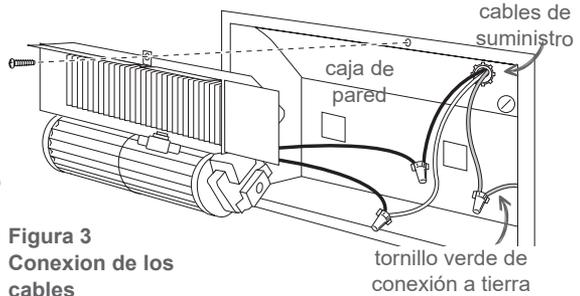

Figura 3
1. Conecte el cable de suministro de conexión a tierra al cable verde de conexión a tierra en la caja de pared (consulte la Figura 3).
- B. Para 120 voltios, conecte el cable de suministro neutral (blanco) al cable blanco del calentador (Figura 3).
3. Conecte el cable de suministro restante al calentador al cable restante del calentador con un conector para cables (no incluido) (consulte la Figura 3).
4. Inserte el borde inferior del conjunto del calentador en la parte inferior de la caja de pared (consulte la Figura 3).